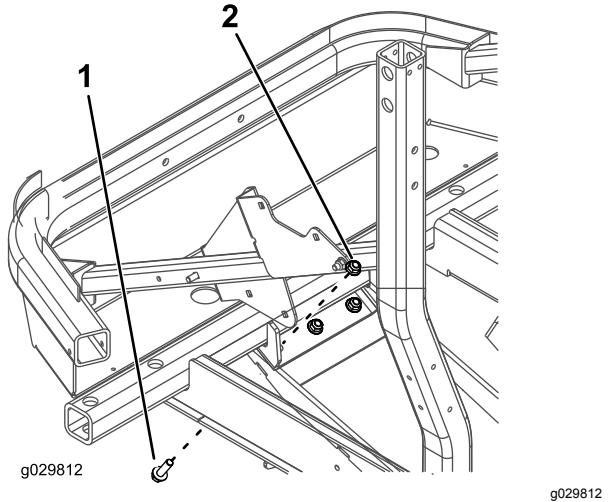

Figura 1
- Retire los 3 pernos y las 3 tuercas del patín (Figura 1).